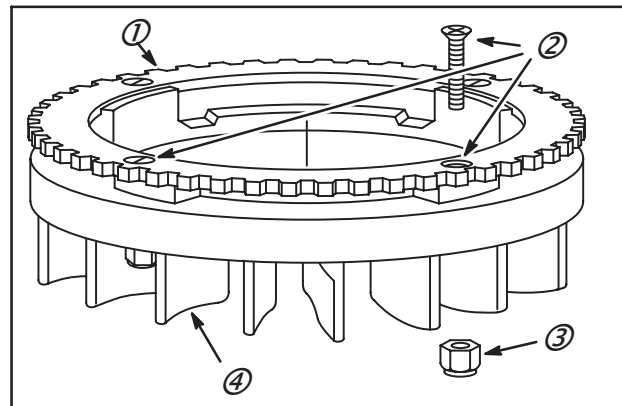

Fig. 31
1. Utiliser un pointeau pour centrer le perçage des têtes de rivets maintenant la couronne dentée (1) au volant (4).
3. Nettoyer après perçage, Fig. 31.